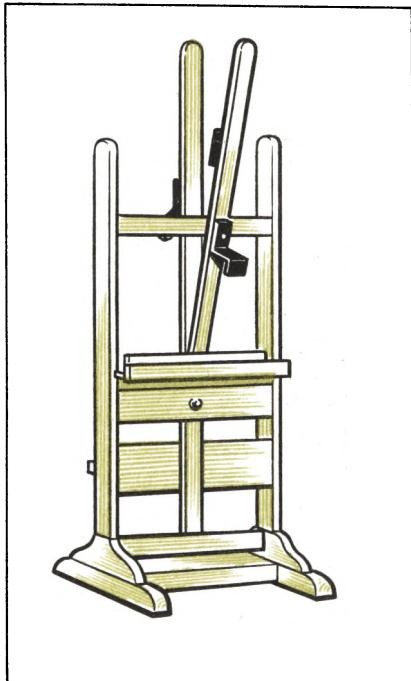

Рис. 23. Двусторонний мольберт.
**Стационарный двусторонний мольберт** другого типа показан на рис. 23. Такой мольберт тоже предназначен для работы над картиной большого размера в мастерской. Устойчивость мольberта позволяет устанавливать картину до 4 м шириной и до 1,6 м по высоте. Габариты  $600 \times 700 \times 1700$  мм.